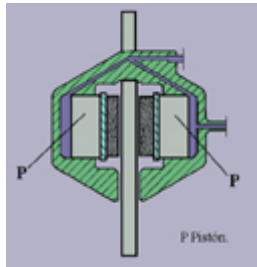
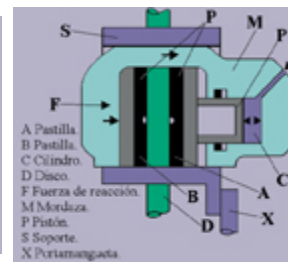

Fig. 8
Fig. 10
- De dos pistones (**fig. 8**)
Si la mordaza es fija, cada pastilla es accionada por un émbolo (**fig. 8 y 9**). Si la mordaza es móvil o flotante, generalmente sólo lleva un émbolo que empujará por un lado a la pastilla y por el otro será la mordaza o pinza la que tirará, empujando también a la pastilla contra el disco y consiguiendo la misma acción de frenada (**fig. 10**).